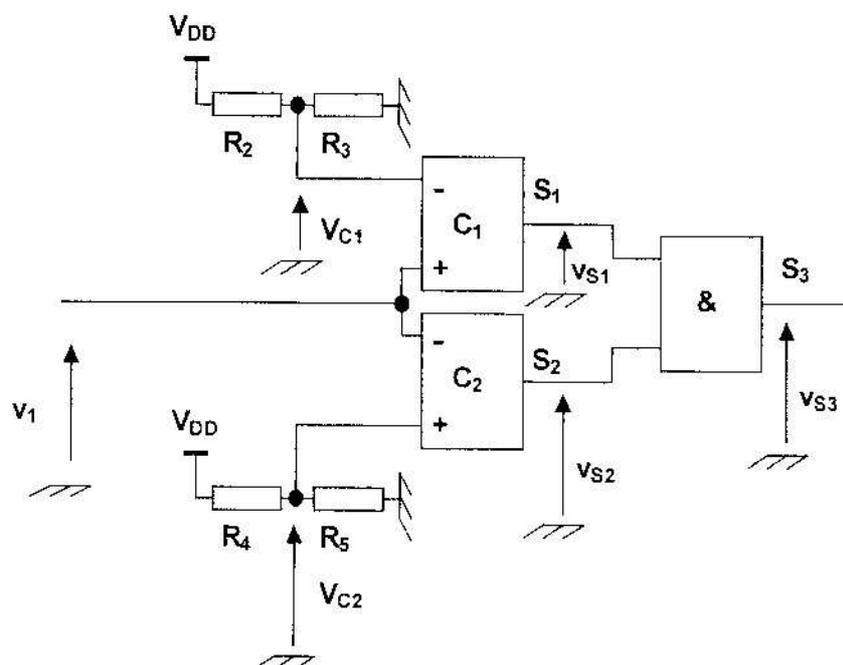

**Figure 3**
Le circuit permettant de mesurer le taux d'hygrométrie de la lamelle de bois est représenté **Figure 3**.
- 1.3. Quel est le régime de fonctionnement de l'amplificateur opérationnel A1 représenté sur la **Figure 3** ? Justifier la réponse.
- 1.4. Etablir la relation entre  $V_{REF}$  et  $u_{bois}$  (**Figure 3**).
- 1.5. Etablir la relation entre  $v_1$  et  $i$  (**Figure 3**).